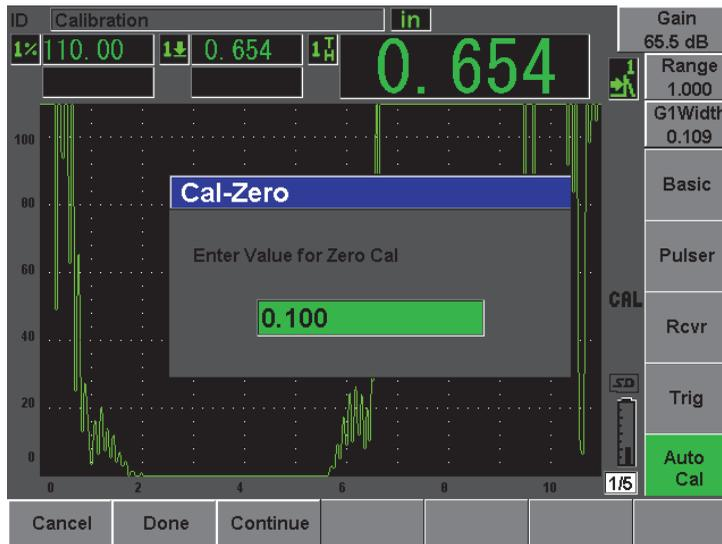

Figura 10-11 Inserindo o valor da espessura da calibração de zero
10. Uma vez que uma leitura constante é obtida, seleccione **Auto Cal** > **Cal-Zero**. A tela congela e a caixa de texto **Cal-Zero** aparece (veja Figura 10-11 na página 172).